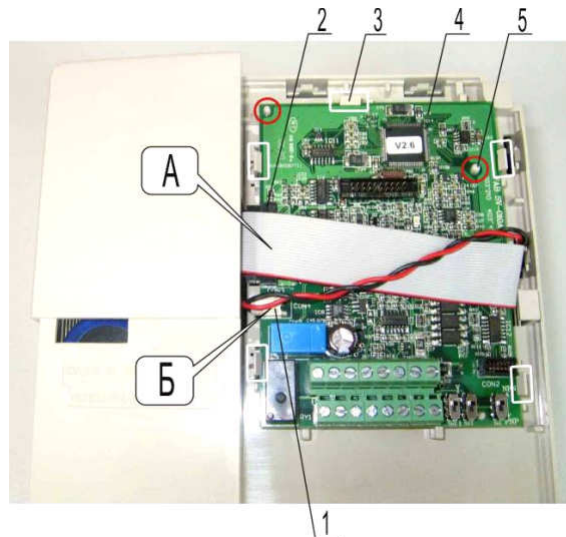

Рисунок 7.17
7.6.1 Взять плату центрального процессора, соединить розетку жгута Б с разъемом 1 на плате (рисунок 7.17).
7.6.2 Соединить розетку кабеля А с разъемом 2 на плате (рисунок 7.17).
7.6.3 Совместить отверстия в плате с направляющими 5 корпуса, установить плату на пяти фиксаторах 3 (рисунок 7.17).